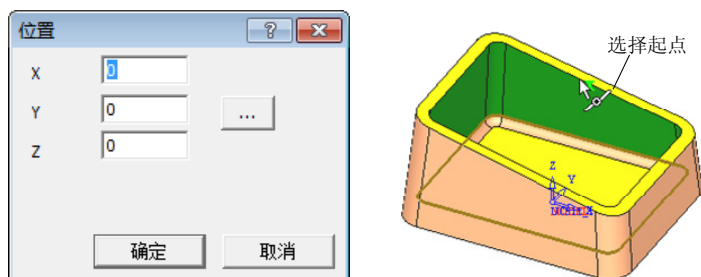

图 5-176 选择起点 (2)
- 单击“进刀点设置”对话框中“位置”后的...按钮，弹出“位置”对话框，单击...按钮选择如图 5-176 所示的位置为起点，单击鼠标中键确定。依次单击“确定”按钮返回“侧刃铣控制面板”对话框。